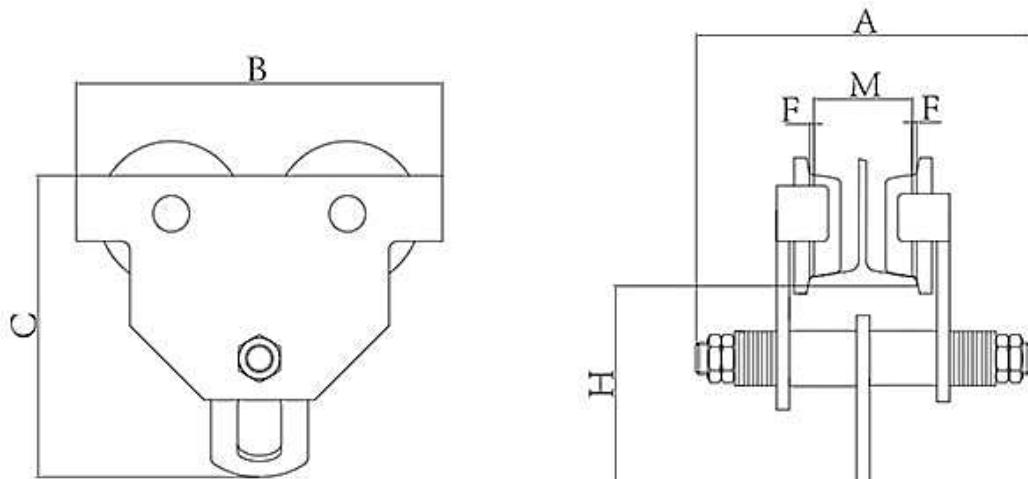

Рисунок 1. Габаритные размеры тележки холостая для тали тип А.
Механическая тележка (см. Рис.1) состоит из левой пластины (10), правой пластины (7), подвесного пальца (6), подвесной пластины (8), маховика ручной подачи (3), вала (4) и др. Обычная тележка (см. Рис. 2) состоит из левой пластины (10), правой пластины (7), подвесного пальца (6), подвесной пластины (8) и др. Колеса (1) установлены на левой и правой пластинах Подвесной палец, проходящий через левую и правую пластины и подвесную пластину, на которой подвешены лебедки, замкнут гайками (12).